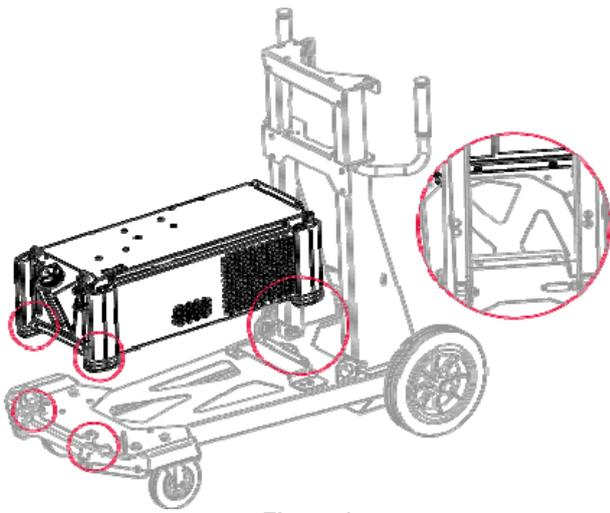

Figure 1
- Placer le refroidisseur sur un chariot à quatre roues (Figure 1).